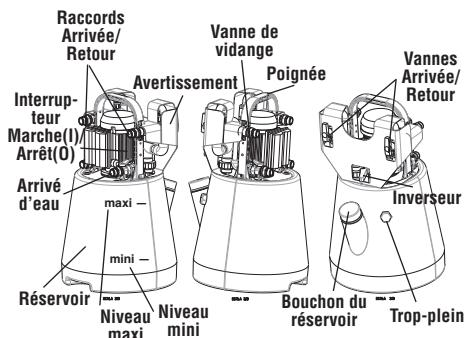

Figure 1 – Pompe de détartrage RIDGID DP-24
- La présence et lisibilité de l'avertissement (*Figure 1*).
3. Ouvrez le bouchon du réservoir et remplissez le réservoir de solution pour assurer que le logement du rotor de la pompe reste immergé lors de l'opération. Ne remplissez pas le réservoir au-delà du repère « Max » (Figure 1).